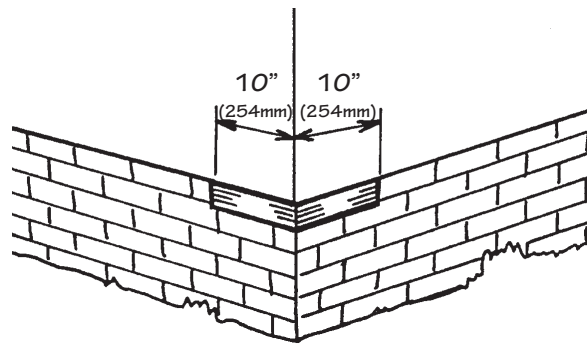

Figura 26.
- Antes de instalar los esquineros, debe instalarse un tapajuntas resistente al agua en las esquinas interiores y exteriores, cubriendo un mínimo de 10" (254mm) en cada uno de los lados (Figura 26).